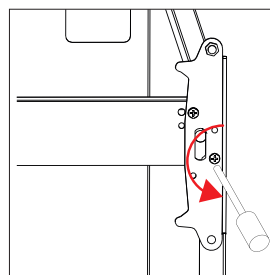

Fig. 10
- ▶ Desenrosque los dos tornillos de sujeción de la placa perforada de bisagra y retire la bisagra de la puerta del congelador (7) (fig. 10).